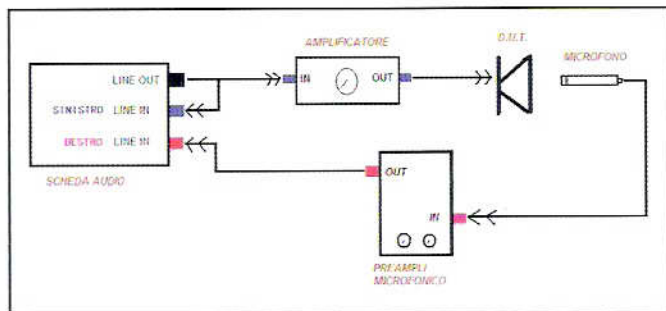

Fig. 1 - Collegamenti con il Line Out come riferimento.
La parte hardware necessaria per le misure acustiche usando Speaker Workshop (SW) è differente da quella usata nella misurazione dell'impedenza: avremo bisogno di un microfono e relativo pre-amplificatore, di un amplificatore e vari metri di cavi. Anche qui, come nelle misure d'impedenza, abbiamo diverse possibilità di collegamento (Wallin Jig, Super Jig, solo cavi con e senza partitore resistivo) ognuna con i suoi pregi e difetti; qui vi illustrerò le due più immediate: iniziamo a vedere quella che uso personalmente (Fig. 1). In pratica il segnale uscendo dal